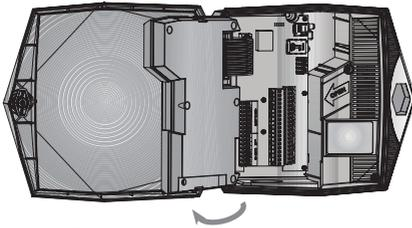

Figura 1: Tapa del controlador abierta
1. Destabe y abra la tapa del controlador (Figura 1).
1. Destrae y abra la tapa del controlador (Figura 1).
1. Destrabe y abra la tapa del controlador (Figura 1).